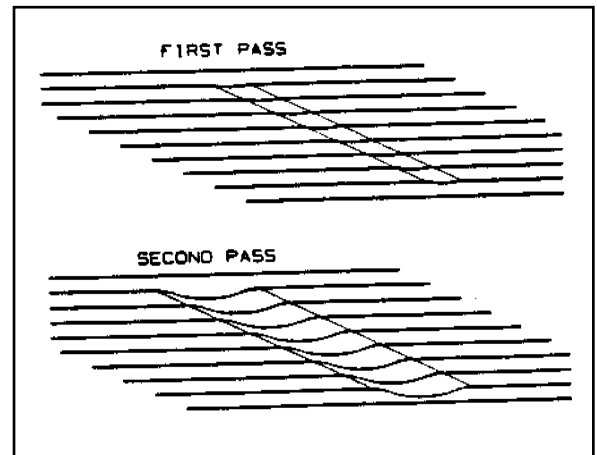

Figura 14
1. **MARCAS DE TAMBOR**...se producen cuando el operador baja el tambor al piso sin desplazarse hacia delante. Estas marcas deben eliminarse cortando en un ángulo de 45 grados respecto a la marca. Cortar en el lugar de la marca mientras se mantiene el mismo recorrido solamente incrementará la profundidad y la anchura de la marca. (Consulte la figura 14)